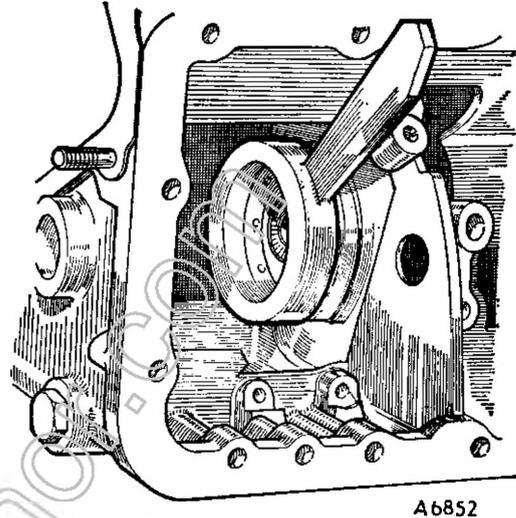
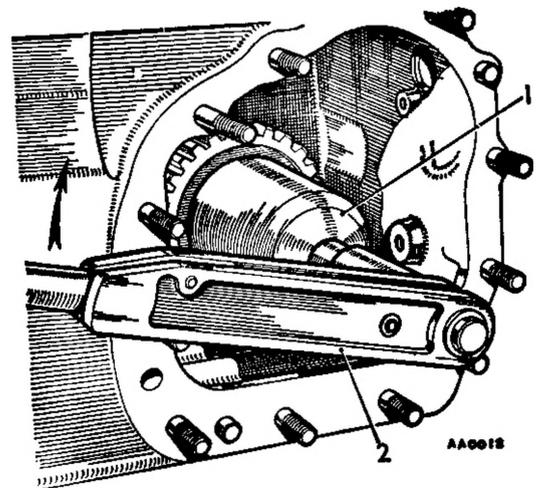

Fig. Fa. 17
Fig. Fa. 18
27. Servirsi dell'attrezzo 18G 1095 per tener ferme le scanalature della frizione della 4a e della retromarcia (vedi figura Fa. 17 alla pagina precedente) e poi serrare il dado del mozzo della frizione in avanti con l'attrezzo 18G 1096 e 18G 592 (vedi figura Fa. 18 alla pagina precedente) in base alla coppia riportata nelle "CARATTERISTICHE PRINCIPALI".